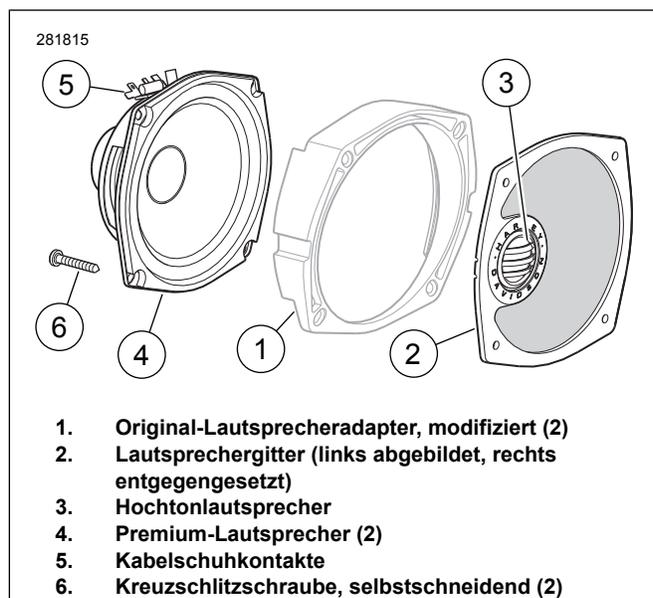

Abbildung 4. Boom! Audio Frontlautsprechersatz für Electra Glide und Trike
Siehe Abbildung 4. Die korrekten neuen Lautsprechergitter (2) an der Vorderseite des Adapters (1) mit der dicken Adapterkante nach oben wie dargestellt anlegen und den Hochtonlautsprecher (3) an der Außenseite des Fahrzeugs positionieren. Die Kabel des Hochtonlautsprechers zwischen Gitter und Adapter an der Außenseite verlegen. Den neuen Lautsprecher (4) an der Rückseite des Adapters mit den Kabelschuhkontakten (5) nach oben wie dargestellt positionieren.
4. Die Befestigungslöcher in Lautsprecher, Adapter und Gitter aufeinander ausrichten. Mit den zwei früher entfernten langen TORX®-Schrauben alle drei Komponenten durch die zwei oberen Löcher an der Innenverkleidung befestigen. Siehe Abbildung 4. Eine neue Kreuzschlitzschraube (6) aus dem Satz in das äußere, untere Loch einsetzen und die Stützstrebe der Verkleidung unter dem Schraubenkopf erfassen. Das innere, untere Loch wird nicht verwendet.